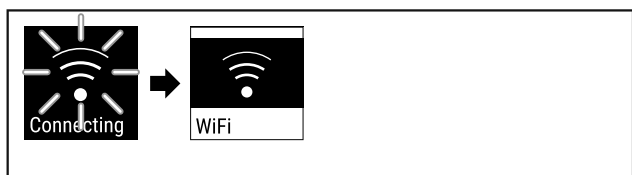

Fig. 85
- ▶ Vytvorí sa pripojenie (pozri Fig. 85) .